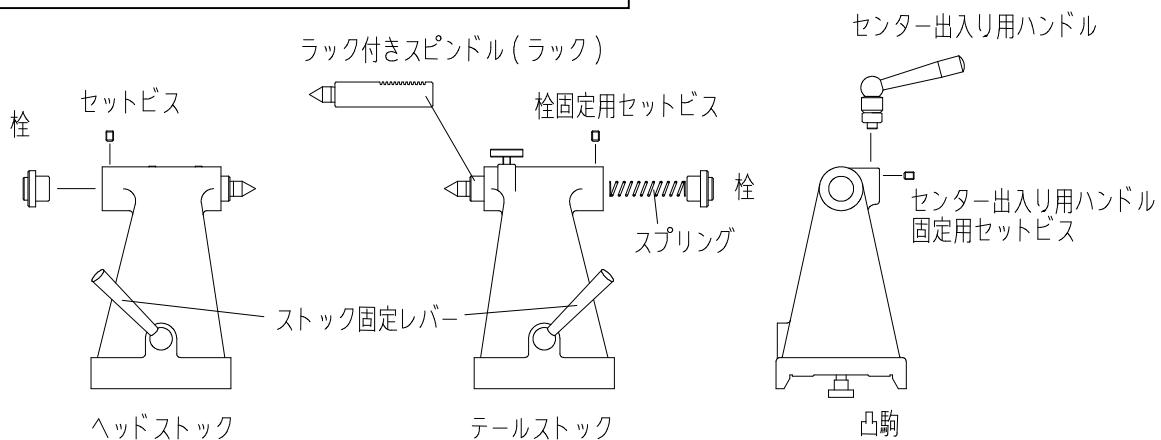

図 3, 凸駒・センター出入り用ハンドルの調整
- ① 図3のように栓固定用セットビスを緩めて栓を取り外してください。